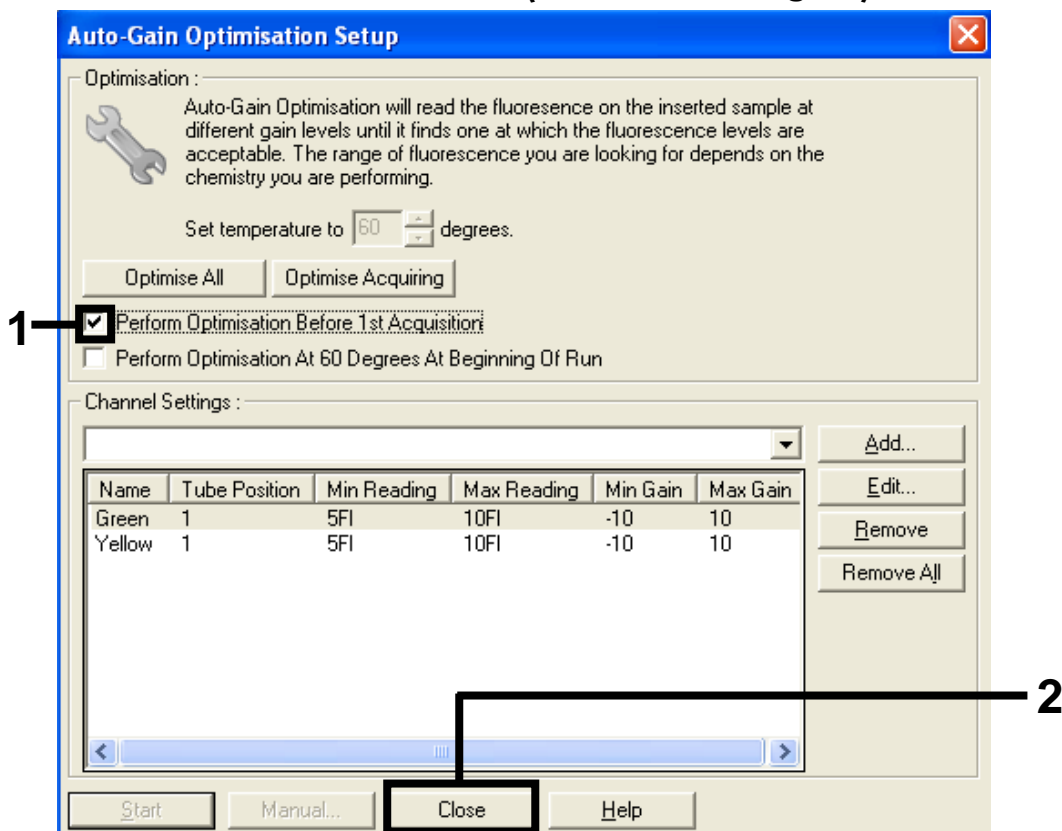

Abbildung 12. Auswahl des grünen und gelben Kanals
15. Aktivieren Sie das Kontrollkästchen „Perform Optimisation before 1st Acquisition“ (Optimierung vor der 1. Erfassung durchführen) und klicken Sie dann auf die Schaltfläche „Close“ (Schließen), um zum Assistenten zurückzukehren (siehe Abbildung 12).